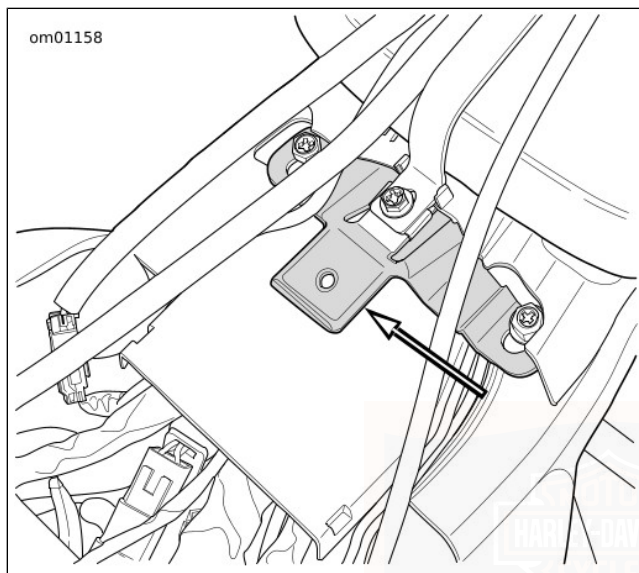

Figure 74. Languette de selle
2. Voir Figure 74. Pousser la selle vers l'arrière pour la dégager de la languette sur le support de réservoir de carburant arrière.
4. Voir Figure 74. Tout en poussant la selle vers l'avant, soulever l'arrière de la selle jusqu'à ce que le support soit dégagé du dessus du coffre Tour-Pak. Pousser la selle légèrement vers l'arrière pour dégager la selle du cadre.